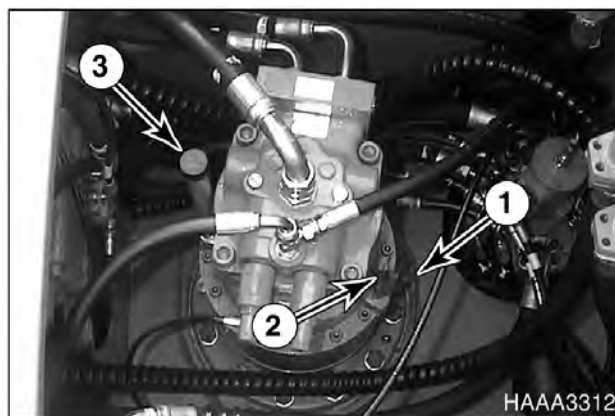

Рис. 20
1. Используя щуп (2, рис. 20), проверить уровень масла в механизме редуктора поворота.
3. При необходимости через сапун/заливное отверстие (3, рис. 20) долить масло до нормального уровня.
4. Если уровень масла превышает отметку **"H"** на щупе, ослабить заглушку сливного отверстия (1, рис. 20) и слить излишек масла в соответствующую емкость.